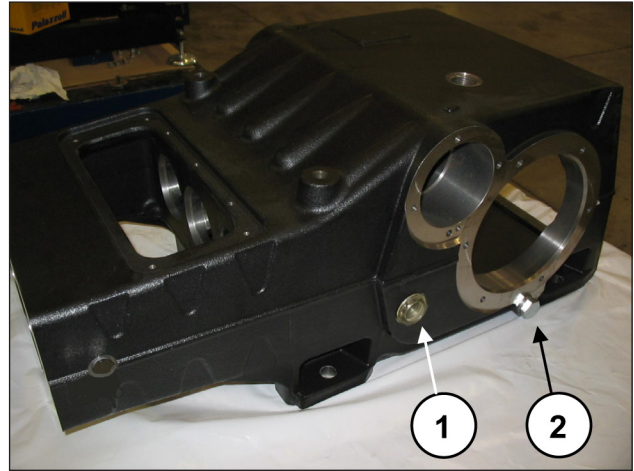

Fig. 47
Monte as duas luzes do nível do óleo, as duas tampas de descarga do óleo e a ligação com engate rápido de 90° (pos. ①, ② e ③ Fig. 47).